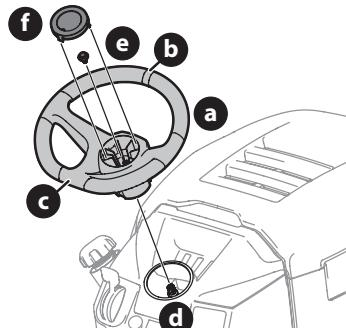

Figura 14
- Con las ruedas del tractor apuntando recto hacia adelante, alinee el volante (a) usando la línea central (b) de la parte delantera del volante (a) que apunta hacia adelante y la sección plana (c) del volante (a) orientada hacia el asiento, coloque el volante (a) sobre el árbol de la dirección (d) (Figura 14).
- Asegure el volante (a) con el perno hexagonal (e) desde debajo de la tapa del volante (f) y ajuste hasta 18-22 pies-libras (24-30 N·m) (Figura 14).
- Coloque la tapa del volante (f) sobre el centro del volante (a) y empuje hacia abajo hasta que haga clic al calzar en su lugar (Figura 14).
NOTA: el perno hexagonal (e) que asegura el volante (a) tiene sellador de rosca; de modo que si se lo extrae, se recomienda reemplazar el perno hexagonal (e) o volver a aplicarle sellador de rosca (Figura 14 en la página 47).